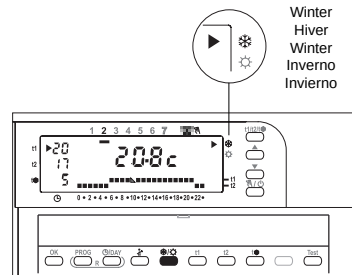

Fig. 18
The chronothermostat is factory-set for "**winter**" operation, displayed as: ►❄ (fig. 18).
En usine, votre chronothermostat est prévu pour fonctionner en mode "**hiver**" visualisé par: ►❄ (fig. 18).
Ihr Zeitthermostat wird werkseits für den Betriebsmodus "**Winter**" eingestellt Visualisierung: ►❄ (Abb. 18).
▶ ❄ (fig. 18).
El cronotermostato viene programado de fábrica para funcionar en **"Invierno"** visualizado con la flecha: ▶ ❄ (fig. 18).